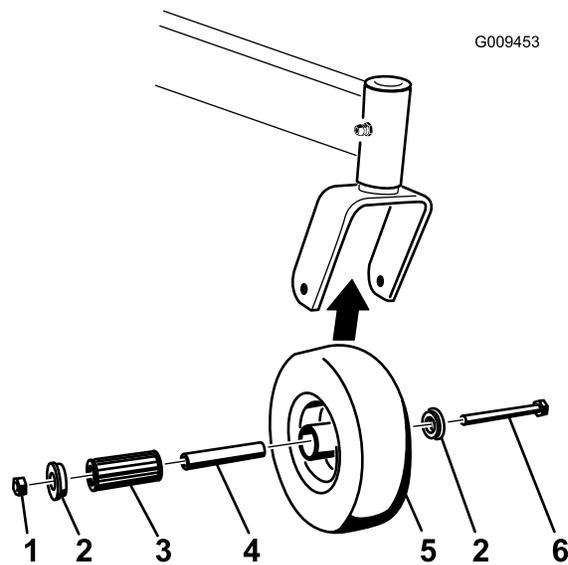

Figura 56
1. Retire la contratuerca y el perno que sujetan la rueda giratoria a la horquilla (Figura 56).
2. Retire un solo casquillo y tire del casquillo intermedio y del cojinete de rodillos para sacarlos del cubo de la rueda (Figura 56).
3. Retire el otro casquillo del cubo de la rueda y limpie la grasa y la suciedad del cubo de la rueda (Figura 56).
4. Inspeccione el cojinete de rodillos, los casquillos, el casquillo intermedio y el interior del cubo de la rueda para comprobar que no están desgastados. Cambie las piezas defectuosas o desgastadas (Figura 56).
5. Para montar el conjunto, coloque un casquillo en el cubo de la rueda. Engrase el cojinete de rodillos y el casquillo intermedio y deslícelos en el cubo de la rueda. Coloque el segundo casquillo en el cubo de la rueda (Figura 56).
6. Instale la rueda giratoria en la horquilla y fíjela con el perno y la contratuerca. Apriete la contratuerca hasta que el casquillo intermedio se apoye contra el interior de las horquillas de las ruedas giratorias (Figura 56).